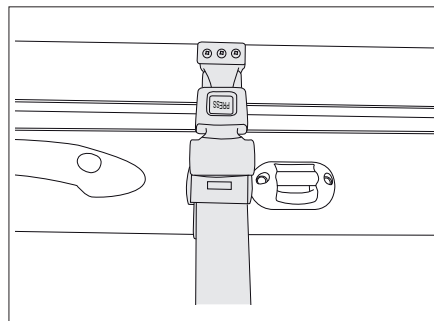

Fig. 165 Ceinture de sécurité du lit escamotable manuel
- Détacher la ceinture de sécurité (Fig. 165).
- Mettre en place la ceinture de sécurité (Fig. 165).